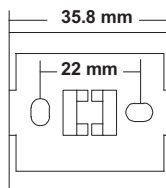

Fig. 3
- A parete con basetta plastica (Fig. 3) e calotte coprimorsetti in dotazione (IP30).